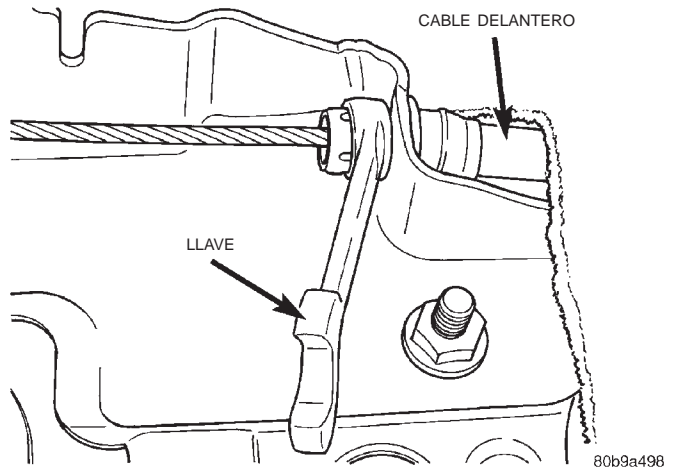

Fig. 45 Soporte de la palanca de freno de estacionamiento
- (5) Desconecte el conector de cableado del conmutador de freno de estacionamiento.
- (6) Desenganche el extremo del cable delantero de la palanca de freno de estacionamiento.
- (7) Comprima el retén del cable con una llave de 13 mm (1/2 pulg.) (Fig. 45) y retire el cable del soporte de la palanca de freno de estacionamiento.